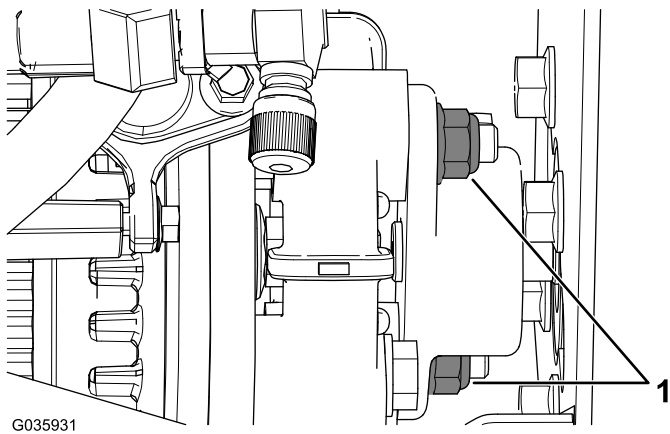

Bild 3
4. Entfernen Sie die zwei Bundmuttern an der Nabe der Hydraulikpumpe (Bild 3).